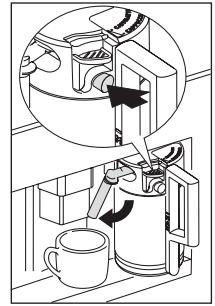

Рис. 33
- ▶ Установите краник выдачи молока Рис. 33 а затем поставьте чашку достаточной емкости под кранники для кофе и молока.
- ▶ Поставьте емкость под краник выдачи молока (Рис. 33).
- ▶ Поставьте емкость под трубку выдачи молока, нажмите кнопку очистка (С3) (на стр. 140) на колбе для молока и удерживайте ее минимум 5 секунд (Рис. 33). На дисплее появится сообщение CLEANING (ОЧИСТКА)!